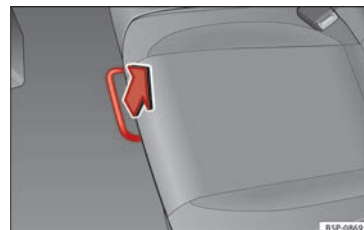

Fig. 79 Barra de destrancamento do banco traseiro.
- Na posição de sentado, destranque a alavanca no sentido da seta » **Fig. 79**.